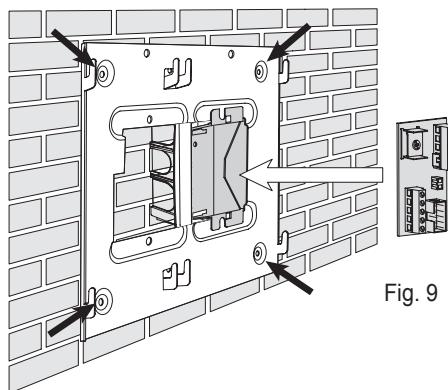

Fig. 9
- Fig. 9 Fixar o suporte Art. 6146 com os parafusos fornecidos tendo a caixa de embeber à direita da placa. Fixar o circuito de interligação fornecido com o monitor na sua sede em plástica fornecida com a placa.
- Fig. 9 Fijar el soporte Art. 6146 con los tornillos suministrados con el embalaje teniendo la caja de empotre a la derecha de la plancha. Fijar el circuito de interconexión suministrado con el monitor en el alojamiento en plástico suministrado con la plancha.